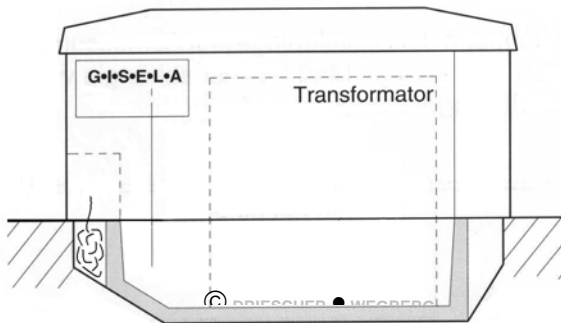
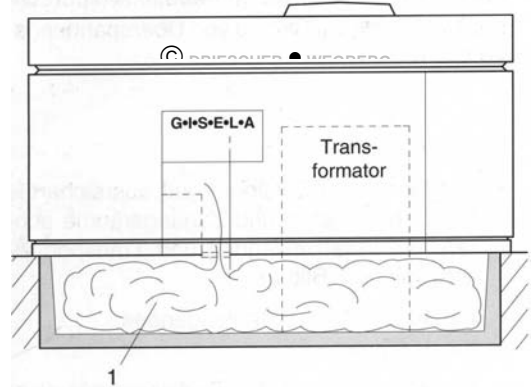
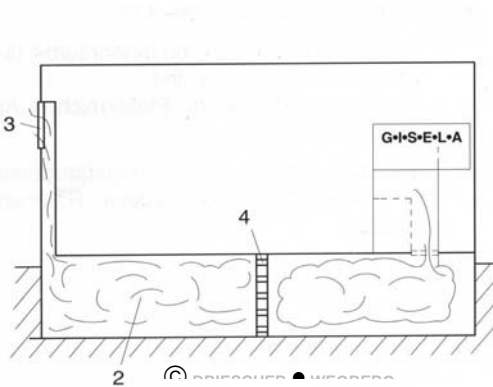

Bild 1/ afb. 1
Bild 2/ afb. 2
Bild 3/ afb. 3
- Bei Kompaktstationen Typ K und KSP Fa. DRIESCHER erfolgt der Druckausgleich ausschließlich im Kabelanschlussbereich (Bild 1). Ansonsten muss bei kompakten und begehbaren Stationen die Druckentlastung in den Kabelkanal (1) [Mindestvolumen ~3 m³] vorgesehen werden (Bild 2).
- Bei vorhandenem Kabelkanal (2) [Mindestvolumen ~1,1m³; Mindestquerschnitt – 0,25m² mit Öffnung (3) nach außen], diesen als Druckentlastungsraum nutzen.
- Durch Einbau von zwei Lagen Streckmetall (4) werden die Lichtbogengase zusätzlich gekühlt und der Austritt von heißen Gasen gemindert (Bild 3).
- Bij compacte stations type K en KSP fa.DRIESCHER geschiedt de drukcompensatie uitsluitend in het kabelaanluitbereik (afb.1). Anders moet bij compacte en begaanbare stations de drukontlasting in het kabelkanaal (1) [minimaal volume ~ 3 m³] worden geïnstalleerd (afb.2).
- Bij aanwezig kabelkanaal (2) [minimaal volume ~ 1,1 m³, minimum doorsnede – 0,25m²] met opening (3) aan de buitenkant, dit als een drukontlastingsruimte gebruiken.
- Door het installeren van twee lagen expansiemetaal (4) worden de lichtbooggassen extra afgekoeld en verdere ontsnapping van hete gassen verminderd (afb.3).